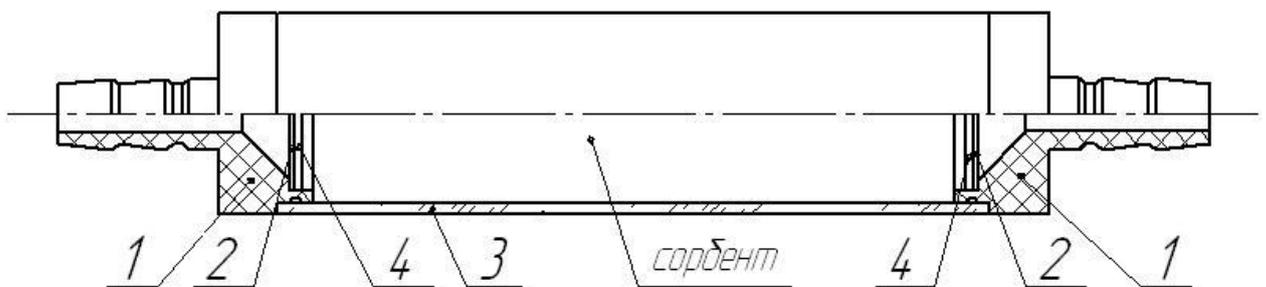

Рис.4 Внешний вид фильтра: 1- штуцер, 2- сетка защитная, 3- корпус фильтра, 4- кольцо стопорное.
2.3.1 Внешний вид фильтра тонкой очистки приведён на рис.4
4.3.2 Удерживая корпус (рис.4, поз.3) фильтра тонкой очистки вертикально, вынуть штуцер (рис.4, поз.1).
4.3.5 Установить штуцер (рис.4, поз.1).